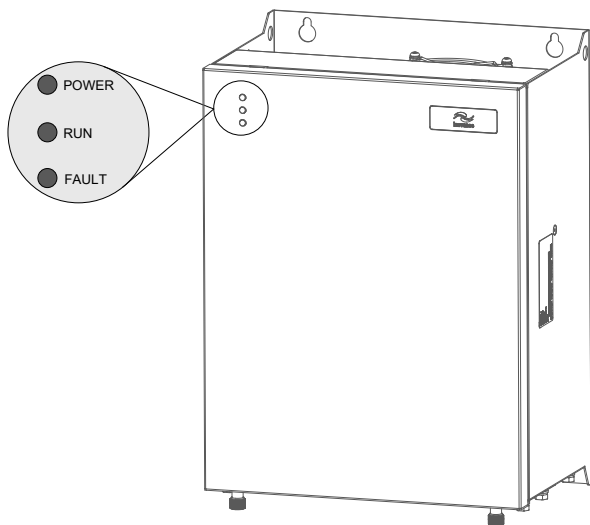
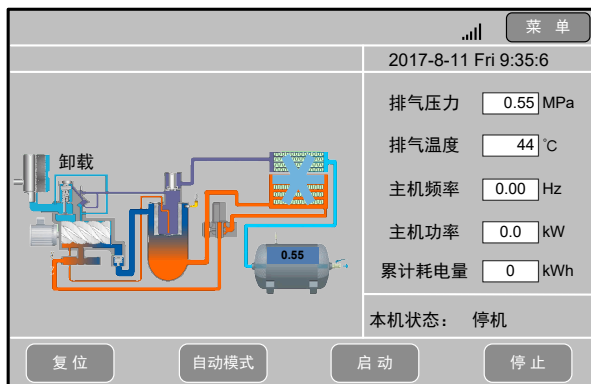

图 3-24 指示灯位置说明
图 3-25 HMI 主页面（示意图）
在密码输入框图里面点击一下，进入图 3-24，输入密码；
- 在图 3-24 中输入正确的密码后，点击 ENT 进入图 3-25，如果输入错误点击 CR，然后重新输入。
“用户参数”界面可以对主机和风机相关参数进行设置，如图 3-25 所示：